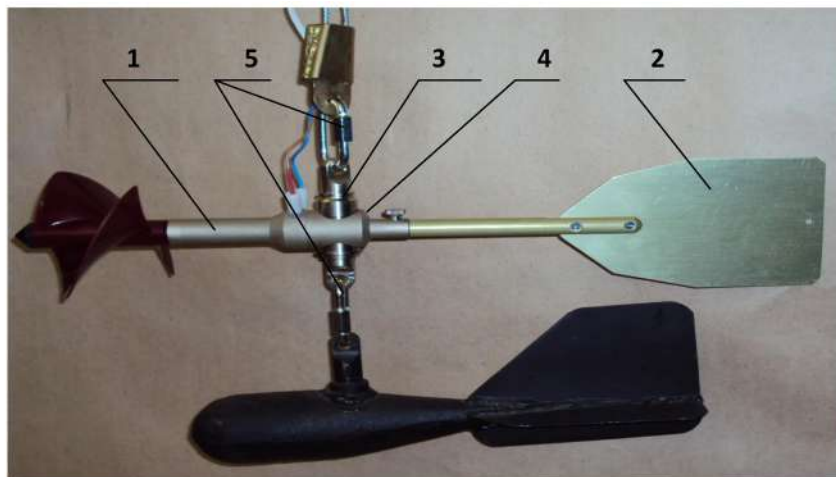
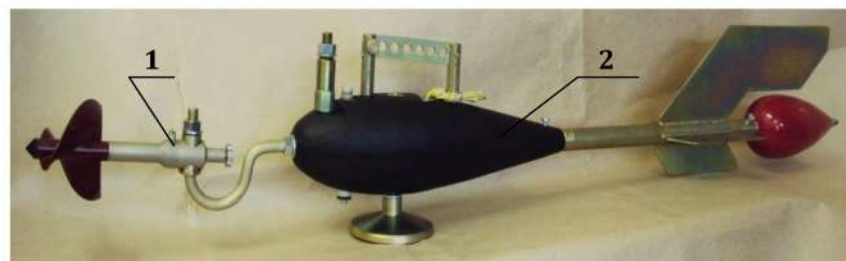

Рис. 5.5
Рис. 9.2
9.2.1.2. Установить при работе с троса вертушку *1* либо непосредственно на гидromетрическом грузе *2* (см. рисунок 9.2), либо на вертлюге *3* (см. рисунок 5.5).